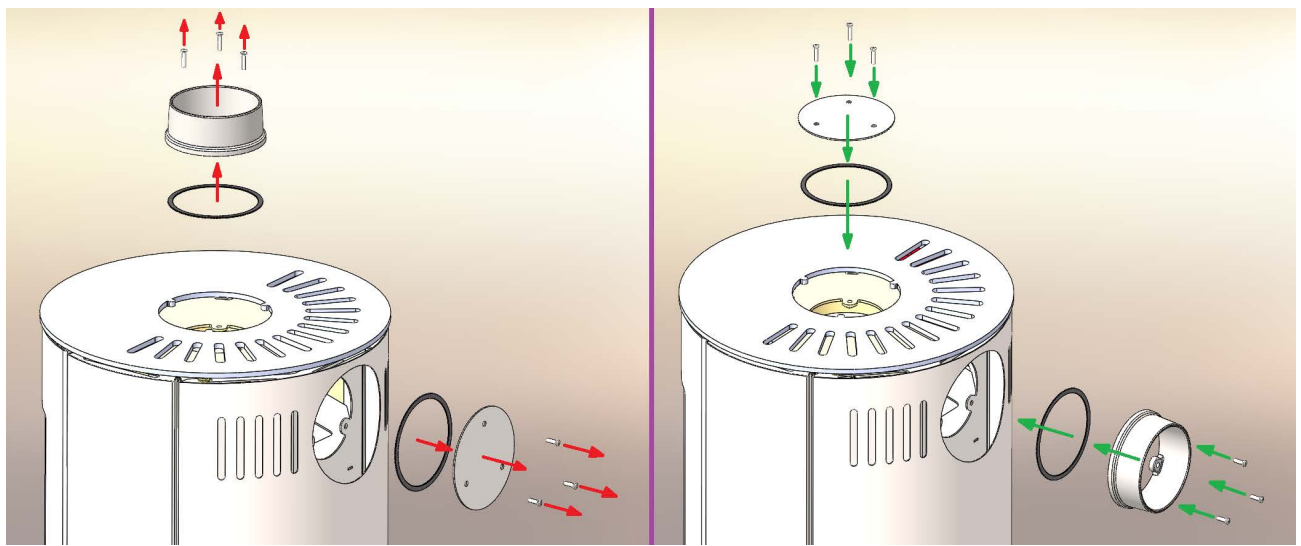

Abbildung 1 Installation des Rauchabzugsanschlusses
2. Abbildung 1 Installation des Rauchabzugsanschlusses	Seite 4